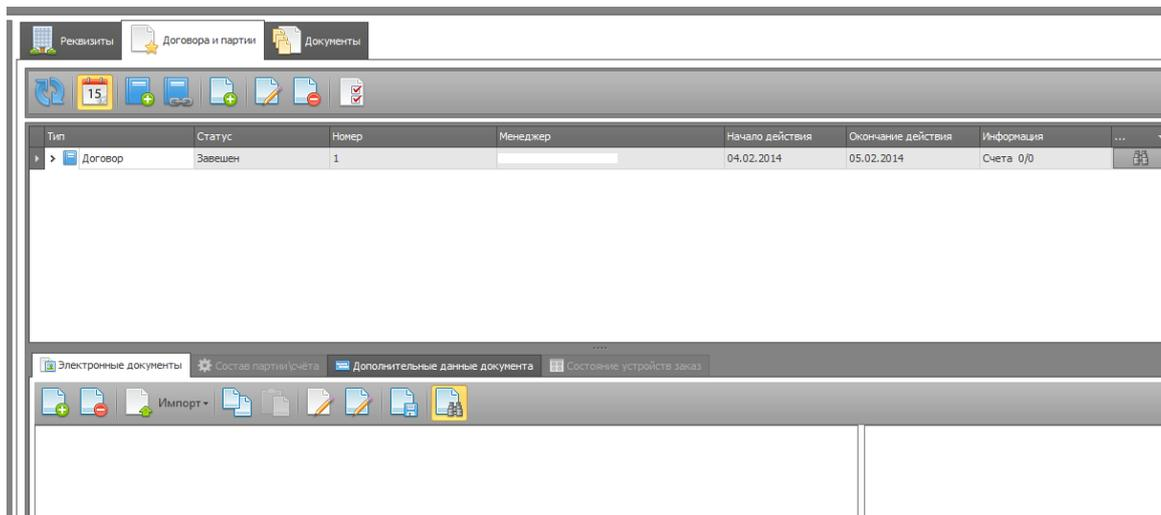

Рисунок 36
- Перейдите в **Блок Информации** и выберите вкладку - **Договора и партии** (рис.36)